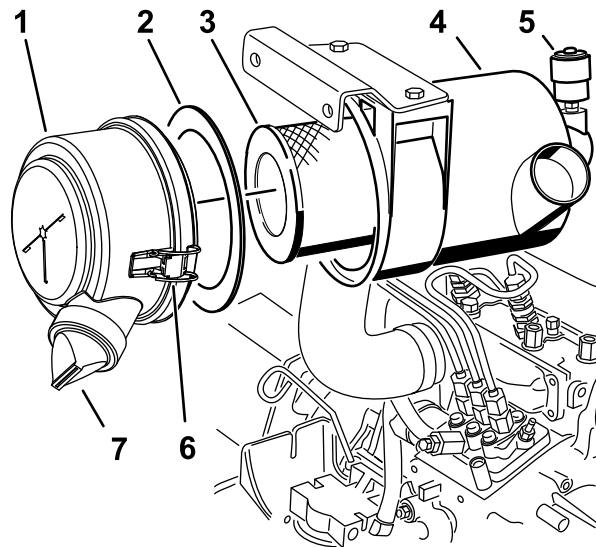

Bild 30
3. Warten Sie den Luftfilter, wenn die Luftfilteranzeige rot anzeigt oder nach jeweils 400 Betriebsstufen (häufiger in sehr staubigen oder schmutzigen Bedingungen (Bild 30)).